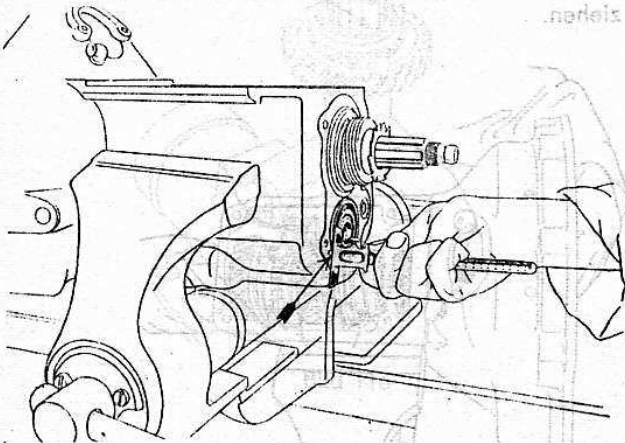
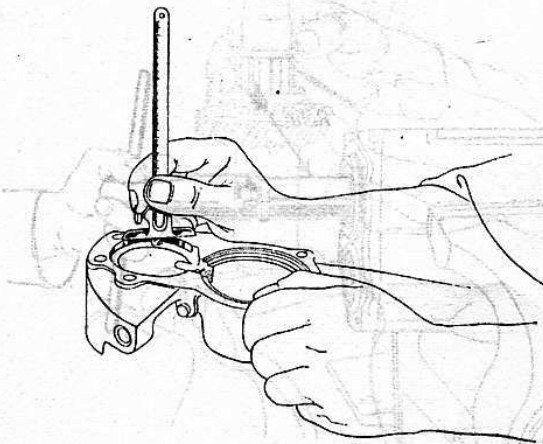
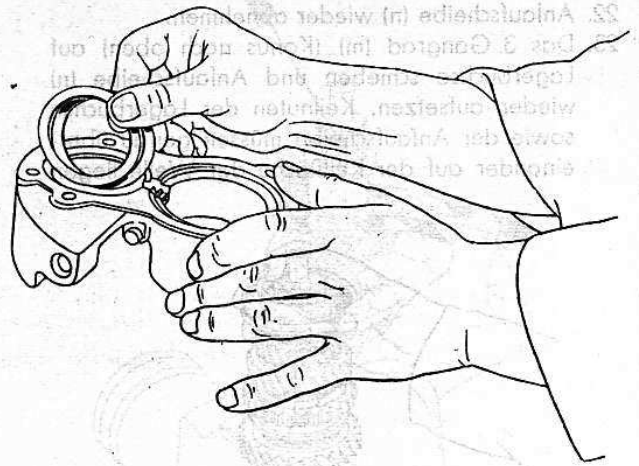

Bild 125
Bild 126
Bild 127
12. Vorgelegewelle nach vorn schlagen, Kugellagerüberhang messen (Bild 125). Eindrehung für Kugellager im hinteren Abschlußdeckel mit Tiefenmaß messen (Bild 126). Zulässiges Spiel 0,05—0,1 mm. Größeres Spiel durch Beilagering ausgleichen (Bild 127).